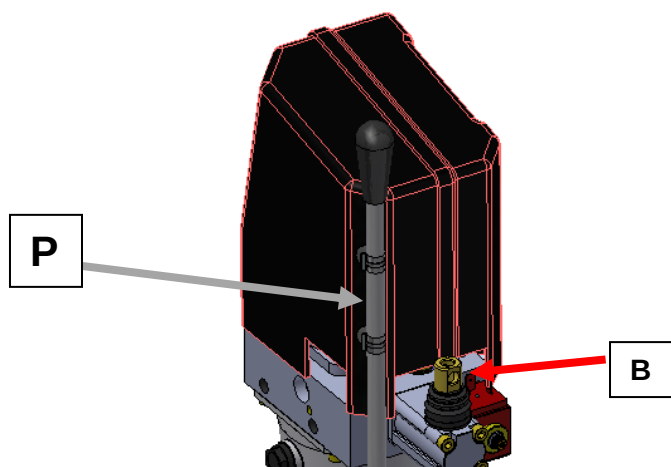

Fig. 12
- Estrarre l'asta manuale della pompa "P" (Fig. 12) dal suo supporto e inserirla nella sede predisposta "B";
- Pull out the pump hand staff "P" (Fig. 12) from its support "B".